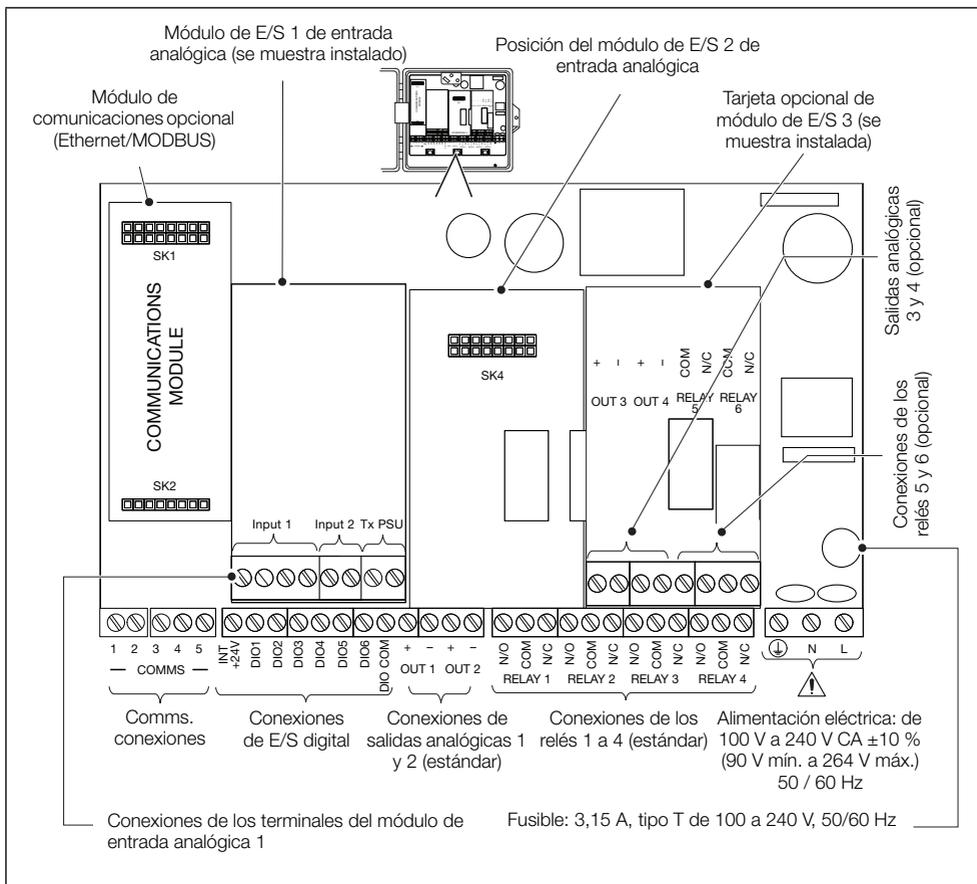

Fig. 4.19 Conexiones eléctricas del CMF310
1. Con un destornillador Pozidriv, gire el tornillo de retención de la cubierta de los terminales (A) a la izquierda (1/4 de vuelta) y abra la cubierta.
2. Gire el tornillo de retención de la cubierta de la tarjeta de conexión (B) hacia la izquierda hasta que la cubierta (C) se pueda retirar.
3. Realice las conexiones a los terminales de la tarjeta de conexión; consulte la Fig. 4.19, página 20.
4. Vuelva a colocar la cubierta (C) y fijela girando el tornillo de retención (B) hacia la derecha con la mano hasta que quede apretada. Cierre la puerta y gire el tornillo de retención de la puerta (A) 1/4 de vuelta a la derecha para fijarla.